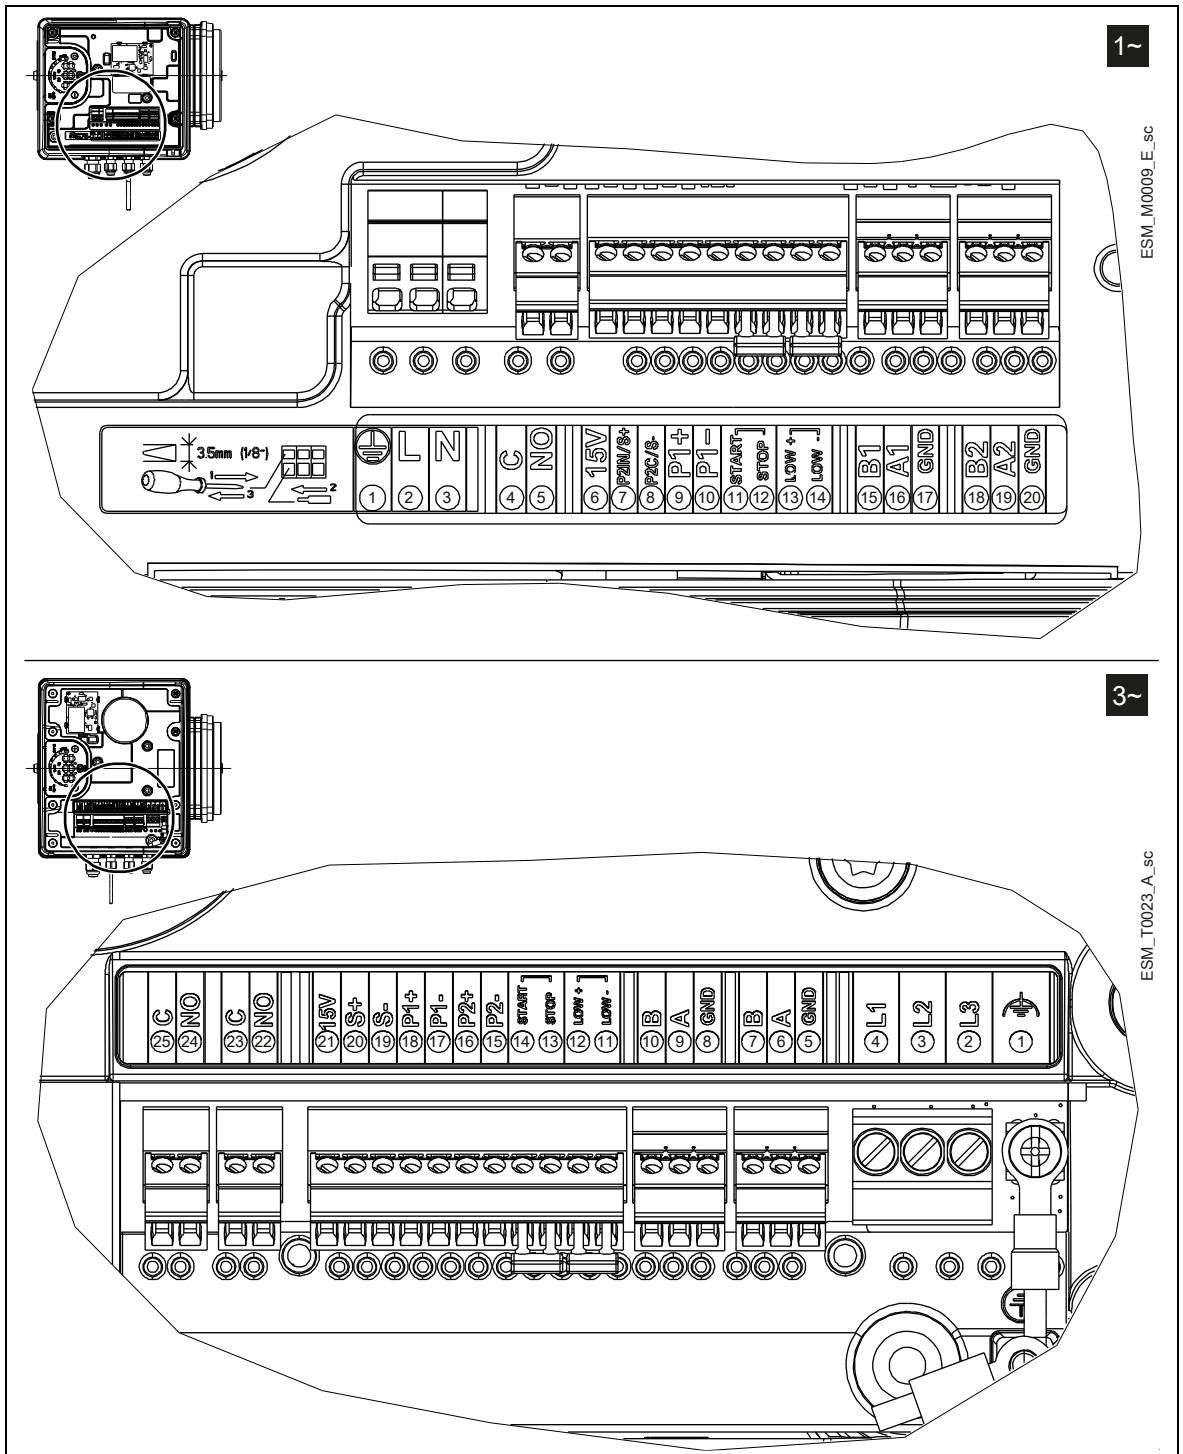

Bild 13: Anslutningsetikett
2. Anslut kabeln enligt trådningsdiagrammet.	Fig. 13